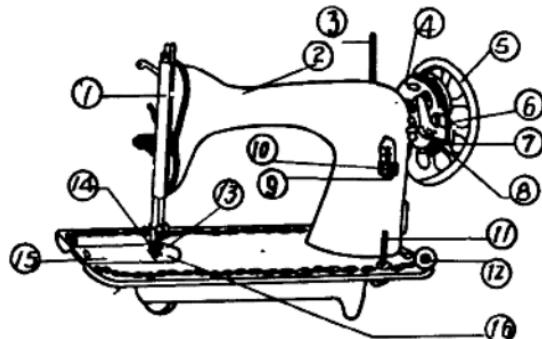

图 11
①机头部分——一般人称它为龙头，可以分成外部、内部及底部三个部分。
②面板部分——也有人称它为挡板或面孔板。它也可以分成面板外部及面板内部。
③绕线器部分。
④梭床部分——包括摆梭和梭心套。
⑤机架及台板部分。
1. 机头外部 (图11)